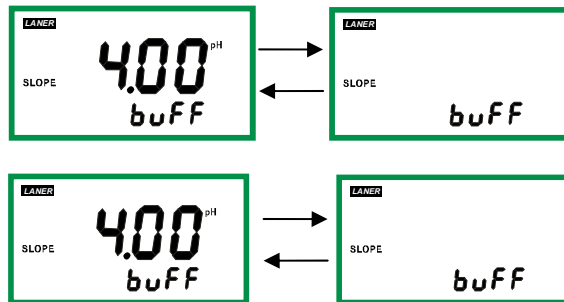

图 7-2
4、 数值稳定后按下 CAL 键，仪表将有 4.00 或 4.01(仪表自动识别缓冲液，若缓冲液是碱性则显示 9.18 或 10.00)数值跳闪，且屏幕左侧有 SLOPE 显示，仪表显示如图 7-2 所示：